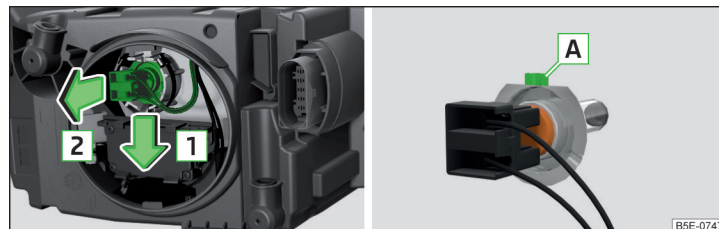

Fig. 357 Cambiar la bombilla de la luz de cruce
- Liberar el conector con la bombilla en el sentido de la flecha 1 » fig. 357.